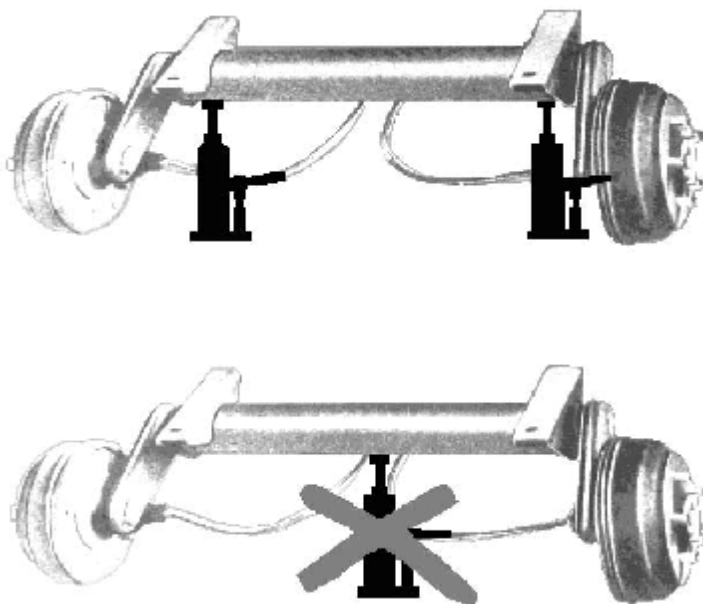

Рис.6. Вывешивание прицепа
1. Поднимите прицеп на домкрате Рис.6., установите на козлы, зафиксируйте от опрокидывания, снимите с ручного тормоза и полностью выдвиньте трубчатый толкатель механизма тормоза наката, снимите колеса с прицепа. Ослабьте гайки **C** и **D**